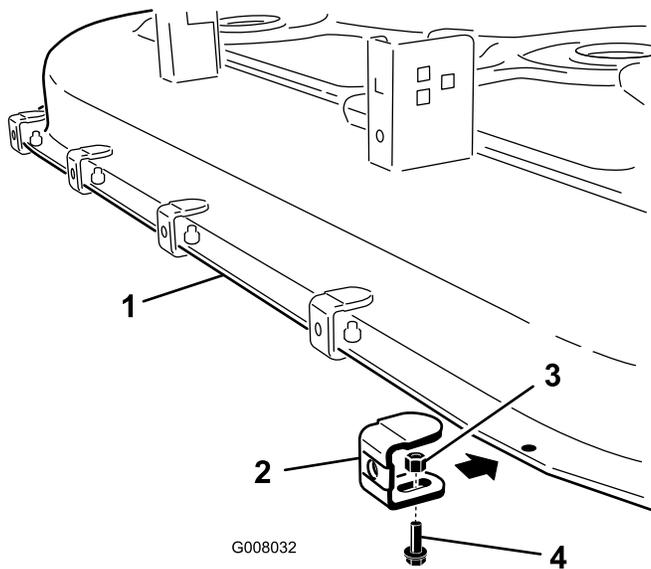

Figure 6
3. Montez les supports assemblés dans les trous indiqués à la Figure 6 au moyen des cinq boulons (1/4 x 3/4 po) et des cinq contre-écrous (1/4 pouce). Maintenez fermement le capuchon en caoutchouc du support contre l'arrière du plateau et serrez. Utilisez le trou de gauche pour le support central.